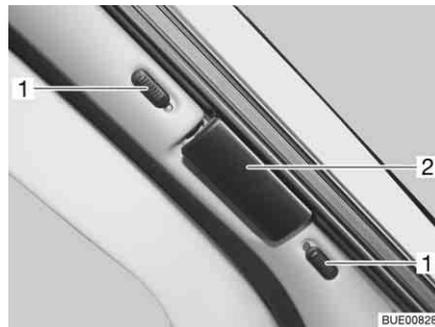
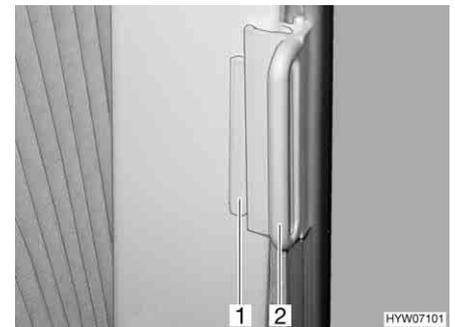

Fig. 63 Estor plegable para la luna delantera
Fig. 64 Estores plegables para la ventana del conductor y del acompañante
- En el estor plegable para la luna delantera, empujar los botones de bloqueo (Fig. 63,1) hacia arriba o hacia abajo. Cuando se vea el punto rojo, estará abierto el bloqueo.
- Coger los estores plegables por el tirador (Fig. 63,2 y Fig. 64,2) y cerrarlos cuidadosamente hasta que el cierre magnético lo mantenga en esta posición.
- En los estores plegables para la ventana del conductor y la ventana del acompañante, empujar el tirador (Fig. 64,2) sobre la pieza sobrepuesta (Fig. 64,1). El estor plegable queda asegurado.